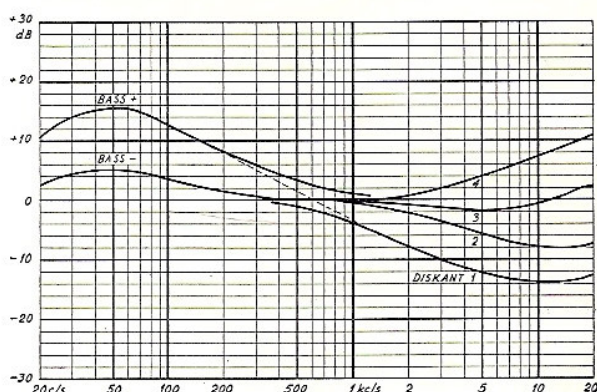
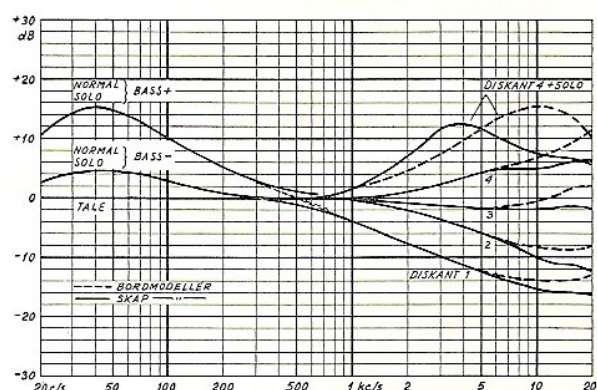

Fig. 17
Fig. 18
Følsomhet. Følsomhetstallene gjelder signalspenning påtrykket antennebøssingene (300 ohm) ved 30% modulasjon (22 1/2 kc/s sving). Tonekontrollene skal stå i normalstilling, d.v.s. bass- og diskanttangenterne oppe og evt. klangregister i normalstilling. Diskantkontrollen i denne stilling (3) gir med standard preemphasis (50 μ sek.) på senderen, rett kurve, (se fig. 17.)
Fig. 17 viser frekvenskurvene for SS7 og fig. 18 kurvene for de øvrige modeller. De gjelder når senderen har standard preemphasis. Kurven for diskant 4 + solo i fig. 18 viser max. diskantheving. Videre kommentarer til kurvene er tatt med under pkt. 3.3.